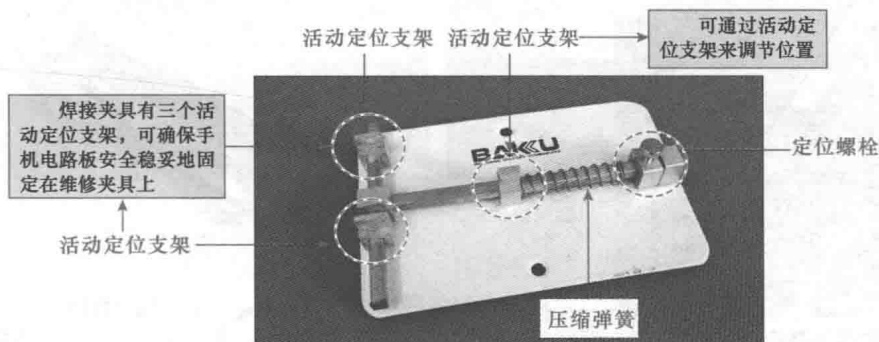

图 1-4 焊接夹具的实物外形
**图解演示** 在维修智能手机时，通常需要对智能手机的电路部分进行测试、焊接等操作，而由于智能手机电路板较小，重量较轻，测试或焊接时为了防止电路板滑动，通常需要将智能手机的电路板固定到专用的焊接夹具上，以确保测量或焊接过程的稳定性和正确性。图 1-4 所示为焊接夹具的实物外形。